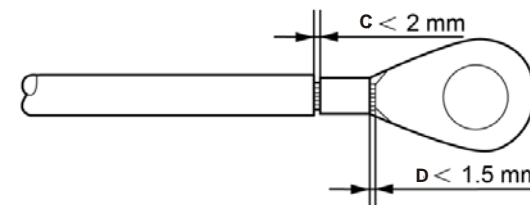

Figure 3.16 Dénuder le fil
- 4) Insérez le fil dénudé dans la zone de sertissage de la borne OT et utilisez la pince hydraulique pour sertir la borne sur le fil (voir figure 3.16).